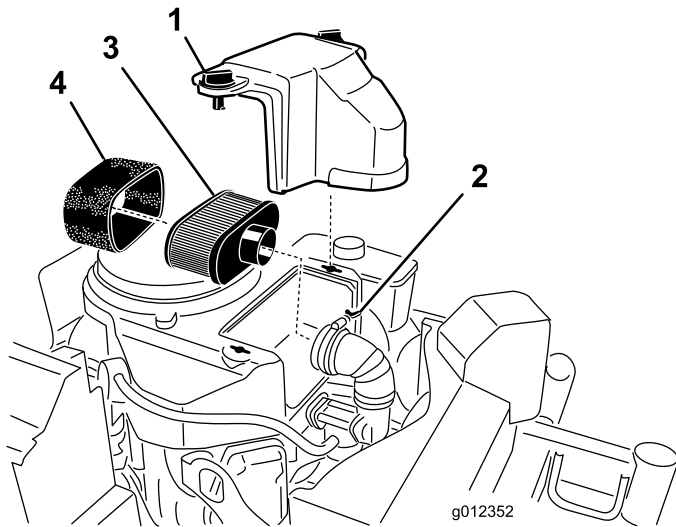

Figura 34
2. Limpie alrededor del limpiador de aire de forma que la suciedad no penetre en el motor y cause daños (Figura 34).
3. Gire los botones de la tapa 1/4 en sentido antihorario y retire la tapa del limpiador de aire (Figura 34).
4. Gire el tornillo de mariposa de la abrazadera en sentido antihorario hasta que pueda separar el conjunto del limpiador de aire del conducto de entrada (Figura 34).
5. Retire cuidadosamente el elemento de gomaespuma del elemento de papel (Figura 34).
1. Inspeccione el elemento por si estuviera roto, tuviera una película aceitosa o estuviera dañado (Figura 34).
1. Inspeccione el elemento por si estuviera roto, tuviera una película aceitosa o la junta de goma estuviera dañada (Figura 34).
1. Deslice cuidadosamente el elemento de gomaespuma sobre el elemento de papel (Figura 34).
2. Alinee el conjunto del limpiador de aire en el conducto de entrada y sujételo con la abrazadera (Figura 34).
3. Alinee la tapa del limpiador de aire en la tapa del motor y sujete la tapa girando los botones de la tapa 1/4 de vuelta en sentido horario (Figura 34).